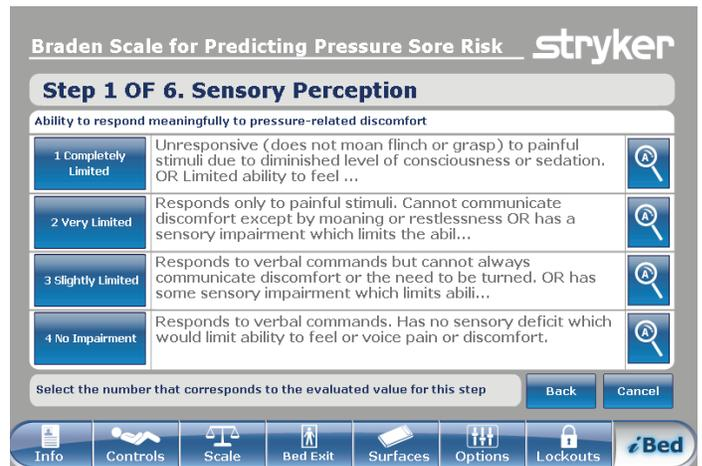
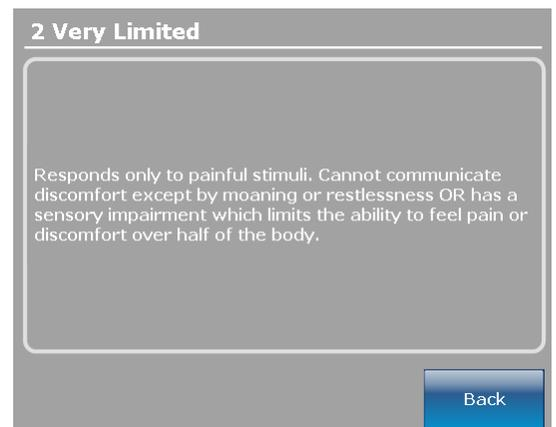

Figure 103 – Échelle de Braden pour la prévision du risque de formation d'escarres de décubitus
Figure 104 – Description détaillée de la valeur
2. Toucher la valeur correspondante (1 à 4) pour chaque catégorie (Figure 103).
Remarque - Pour afficher la description détaillée d'une valeur, toucher l'icône de la loupe (Figure 103). Une autre fenêtre s'affiche montrant la description détaillée de la valeur (Figure 104).